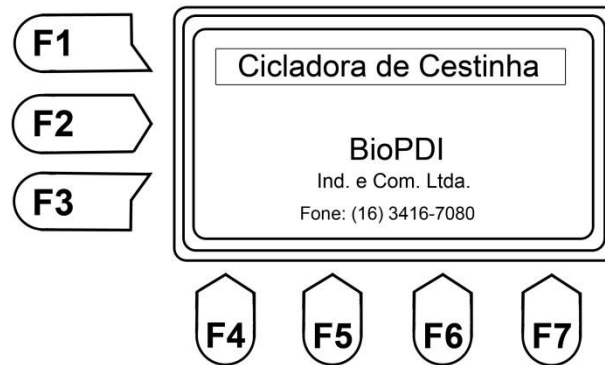

Figura 2 - Tela de boas-vindas
5. Deve aparecer a tela de boas-vindas com o nome da empresa e o modelo da máquina como mostrado na Figura 2.